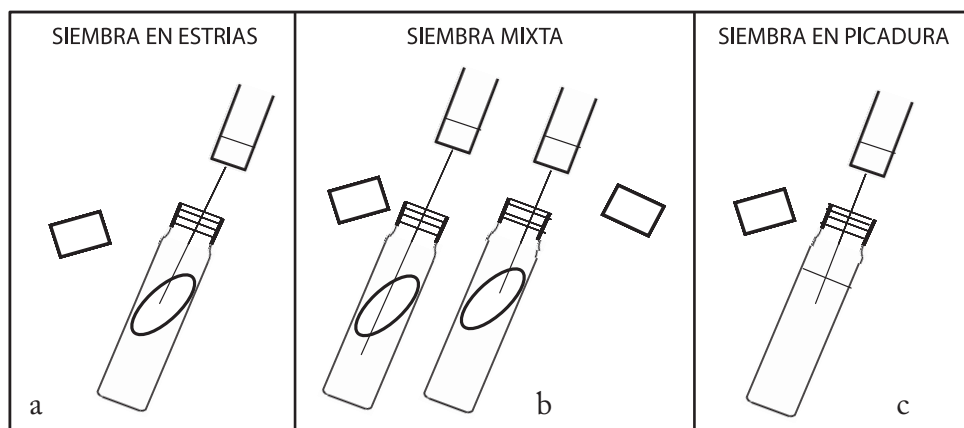

Figura 22. Tipos de siembra en tubo. a. siembra en estría, b. Siembra mixta. c. Siembra en picadura
5. Introduzca el asa y coloque el inóculo según el tipo de siembra en tubo que desee realizar (Figura 22).